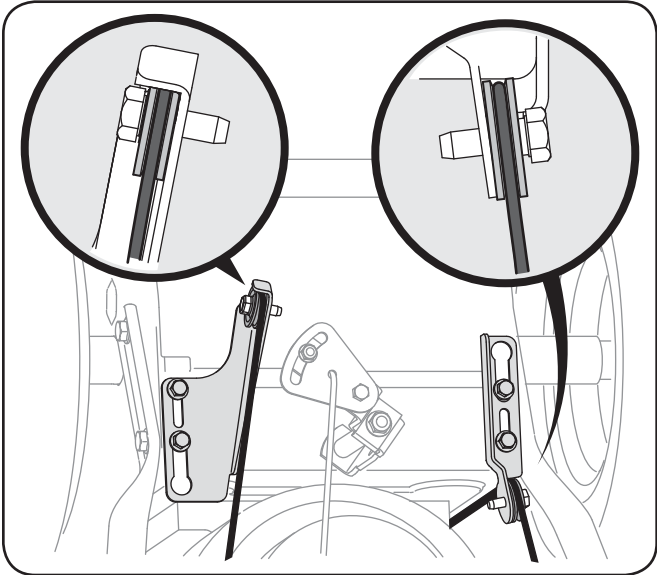
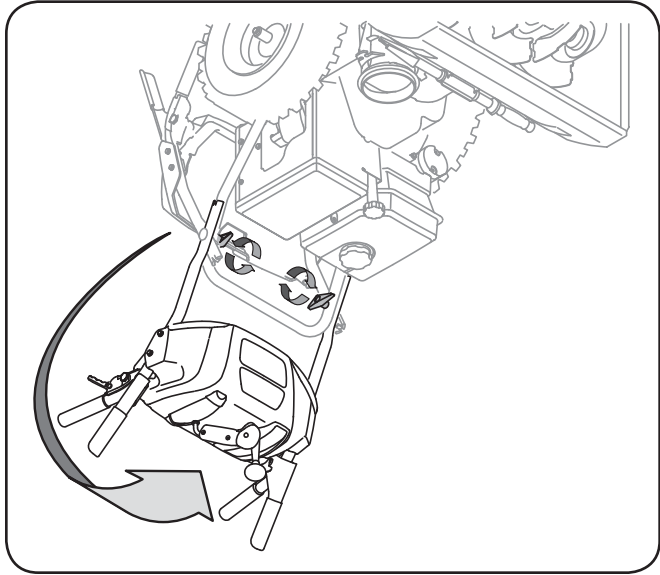

Fig. 3-1
Fig. 3-2
2. Assurez-vous que les deux câbles, sur la partie inférieure de la souffreuse, sont bien alignés avec les rouleaux de guidage. Voir la Fig. 3-1. Redressez le guidon supérieur, alignez le guidon supérieur avec le guidon inférieur. Voir la Fig. 3-2.